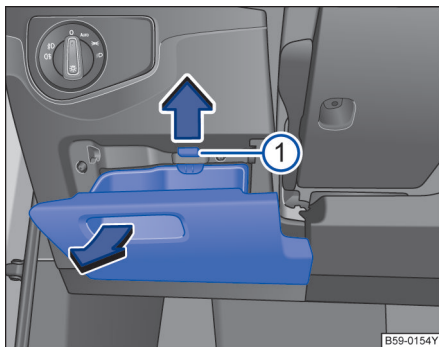

图 242 在驾驶员侧仪表板上：保险丝盒盖板。
- 打开驾驶员侧储物箱 → 图 242。
- 沿箭头方向向上按压定位凸缘 ①，同时将储物箱进一步打开并取下，直至可够到保险丝座。